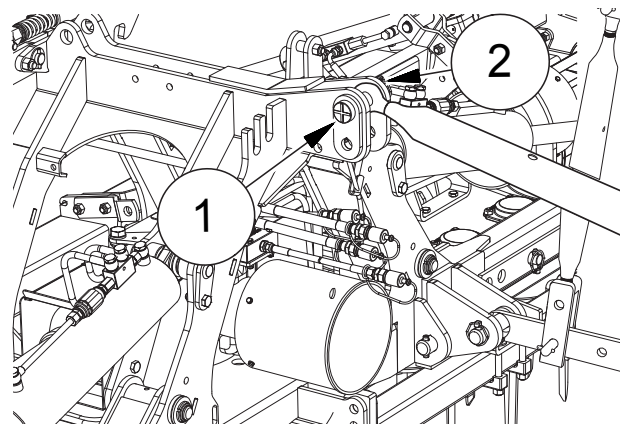

FIG. 28
- Den Koppler des Hebers an den 3-Punkt-Anschluss nähern ("Fig. 28"). Den Koppler so regulieren, dass die Maschine auf den Boden positioniert bleibt. Den Anbau-Pin einsetzen (1). Den Pin mit dem ausgestatteten Auslöse-Splint sperren (2).